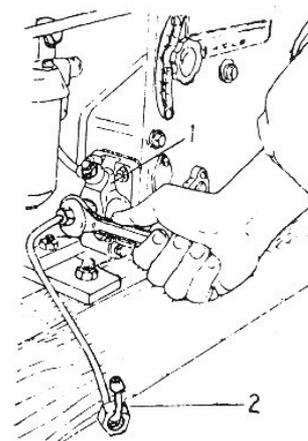

Fig. 11- Virar o tubo de combustível de alta pressão com sua ponta aberta para cima
2. Soltar a porca que conecta o tubo de combustível de alta pressão na bomba de injeção, girar o tubo de modo que o lado aberto do tubo fica para cima, e reapertar a porca conforme mostrado na Fig. 11. Depois escorvar a bomba de injeção até o tubo de combustível de alta pressão ficar cheio de combustível.